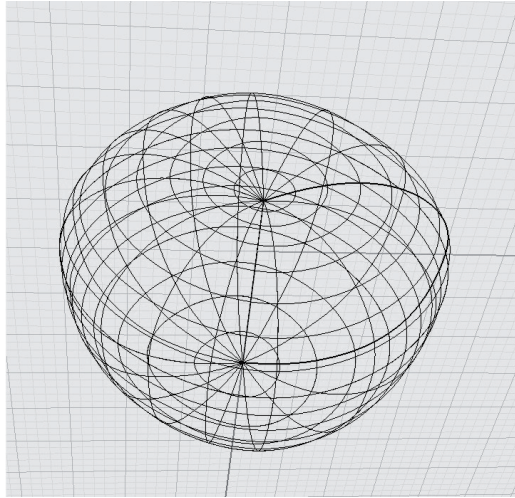
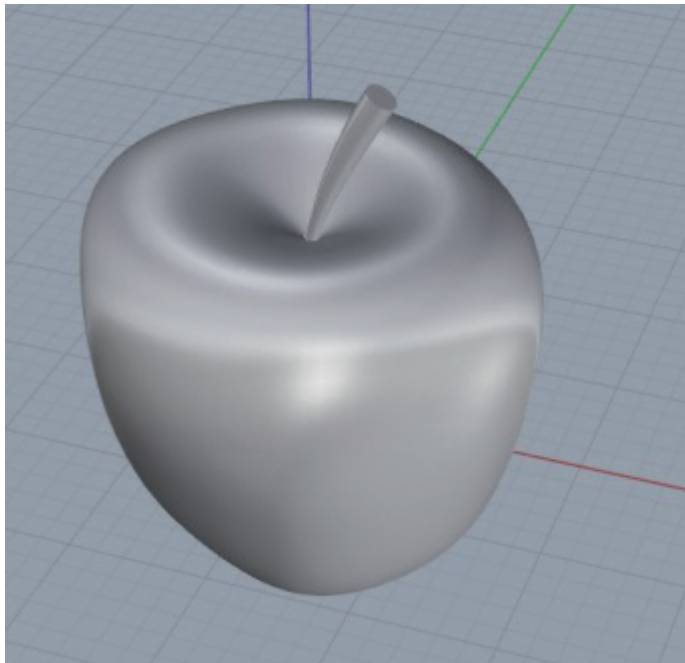

Рис. 53. Каркасный вид
Рис. 54. Готовое яблоко с палочкой в режиме затемнения
6. Выделяем все объекты в меню Surface, выбираем инструмент Surface from network of curves. В выплывающем окне ничего не меняем, нажимаем ОК. Получаем яблоко (рис. 53 — в режиме отображения каркаса, рис. 54 — в режиме затемнения).